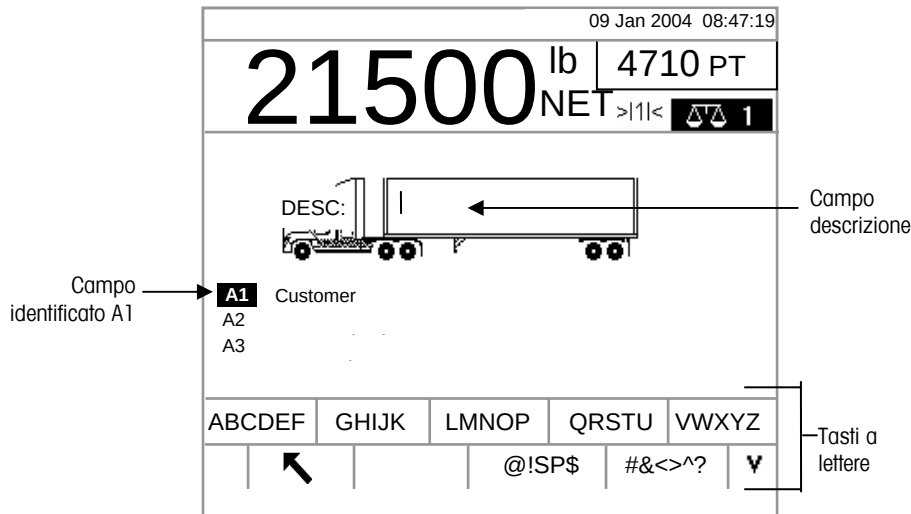

Figura 2-12: Prompt ID di pesa transiente
2. Viene visualizzato un prompt con un cursore nel campo di descrizione. I tasti programmabili e i tasti dell'applicazione diventano tasti a lettere (vedere la Figura 2-12).